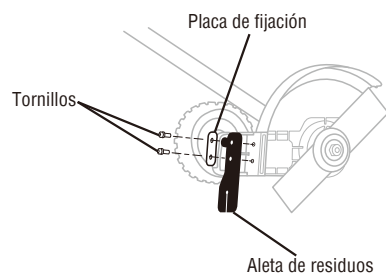

Fig.7
3. Retire los tornillos, la placa de fijación y la aleta de residuos desgastados (Fig.7).